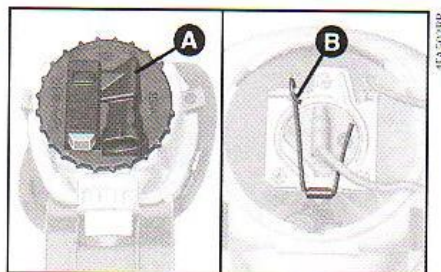

fig. 24
3) Desligar o conector elétrico e girar a tampa **A**-fig. 24 no sentido anti-horário.